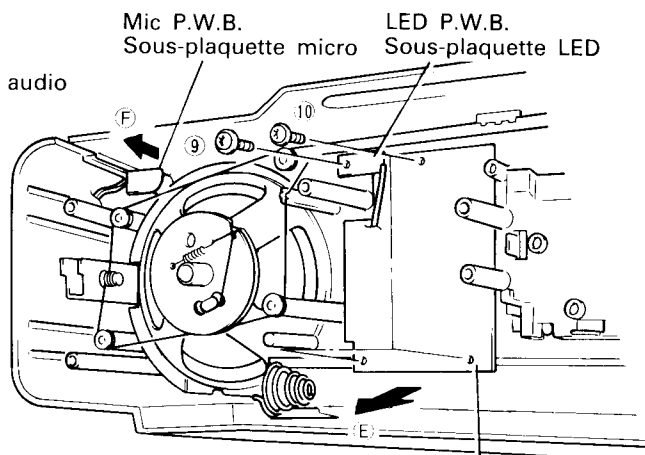

Fig. 6
6. LED P.W.B. (Fig. 6)
7. PRESET-TIMER P.W.B. (Fig. 6)
8. Mic P.W.B. (Fig. 6)
6. Sous-plaquette LED (Fig. 6)
7. Sous-plaquette présélection/minuterie PRE-SET-TIMER (Fig. 6)
8. Sous-plaquette micro (Fig. 6)